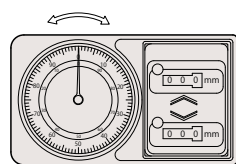

Fig. 1
5. Ponga la cara de medición del trazador en contacto con la superficie de referencia y configure el indicador y los contadores en cero para realizar la configuración del punto cero (**Fig. 1**)